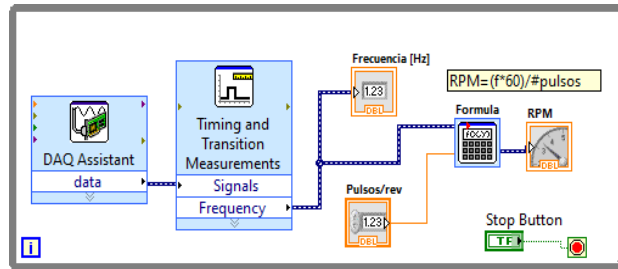

Figura 6.17. Programa para medir la frecuencia de una señal pulsada con cruce por cero con la NI-DAQ
- Programe en LabVIEW la aplicación mostrada en la figura 6.17.